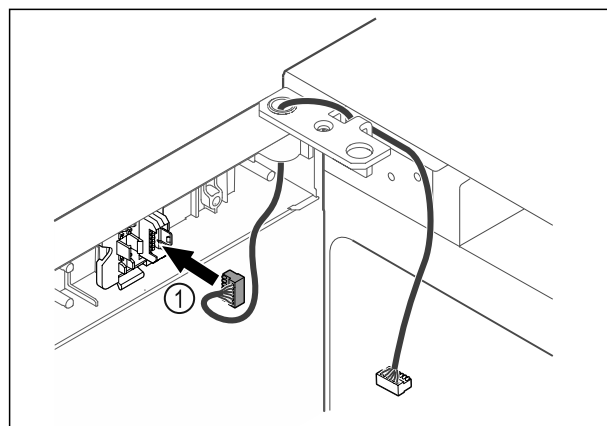

Fig. 48
- Τοποθετήστε το φιν Fig. 48 (1) στο στήριγμα του φιν.